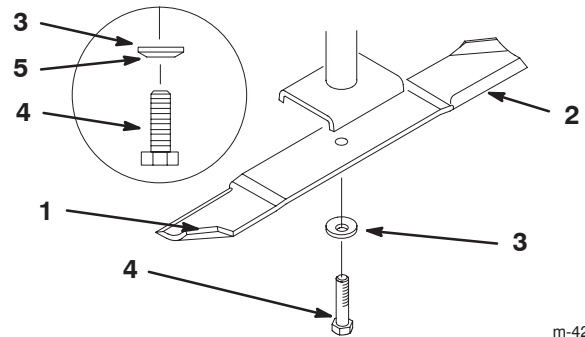
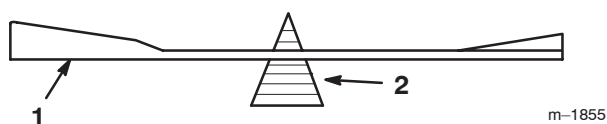

Figure 26
Figure 28
Tenez la lame à son extrémité avec un chiffon ou un gant épais. Retirez le boulon, la rondelle élastique et la lame de l'axe de la lame (Fig. 26).
2. Vérifiez l'équilibre de la lame en la plaçant sur un équilibreur (Fig. 28). Si la lame reste horizontale, elle est équilibrée et peut être utilisée. Si la lame est déséquilibrée, limez un peu l'extrémité de la partie incurvée seulement (Fig. 26). Répétez la procédure jusqu'à ce que la lame soit équilibrée.
1. Placez la lame sur l'axe (Fig. 26).
2. Installez la rondelle plate, la rondelle-frein et le boulon de fixation de la lame (Fig. 26).